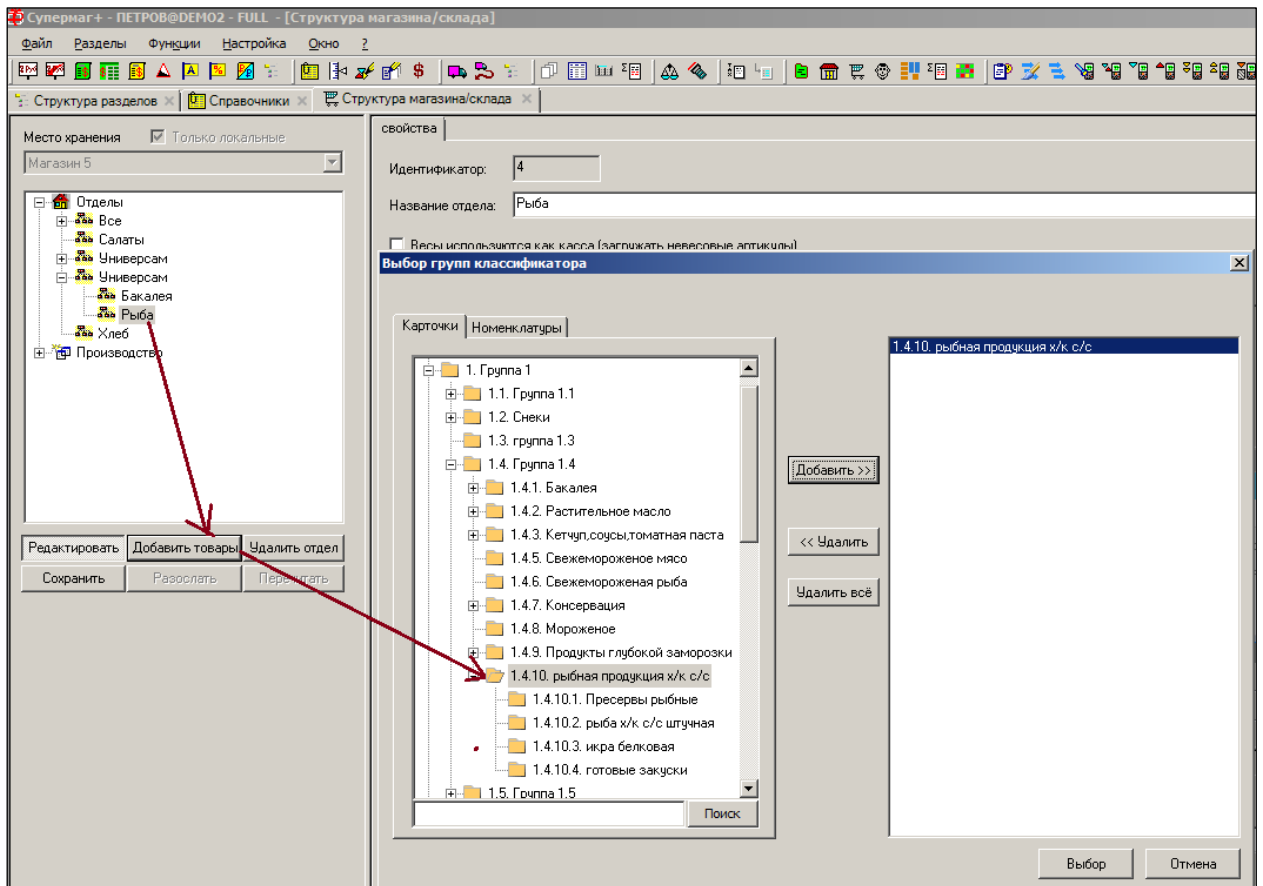

Рисунок 14 – Добавление товаров
7. Проставить узлы товарного классификатора, нажав кнопку **Добавить товары** и выбрав соответствующие узлы из дерева классификатора (Рисунок 14):